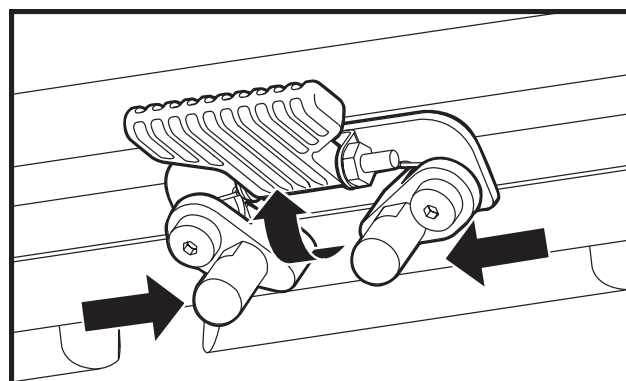

Abb. 12. Sitzverschlussbügel
4. Legen Sie den Sicherheitsverschluß um. Siehe Abb. 12.